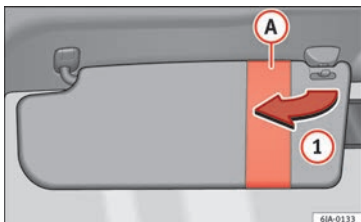
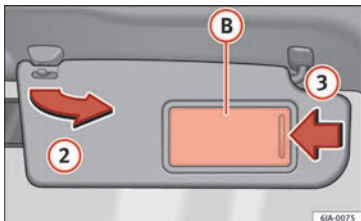

Abb. 140 Sonnenblende für den Fahrer
Abb. 141 Sonnenblende für den Beifahrer
Die Sonnenblenden für den Fahrer und Beifahrer können aus der Halterung in der Fahrzeuggemitter herausgezogen und in Pfeilrichtung ① » Abb. 140 bzw. ② » Abb. 141 zu den Türen geschwenkt werden.
Die Sonnenblende für den Beifahrer ist mit einem Make-Up-Spiegel ② mit Abdeckung ausgestattet. Schieben Sie die Abdeckung zum Öffnen in Pfeilrichtung ③ » Abb. 141.